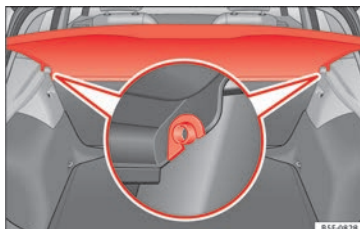

Fig. 160 Na bagageira: desmontar e montar a bandeja.
- Desencaixe a bandeja dos suportes laterais » **Fig. 160** puxando-a para cima e retire a bandeja.
- Introduza a bandeja horizontalmente fazendo com que coincida com a «fechadura» sobre o eixo dos suportes » **Fig. 160** e pressione para baixo até que encaixe.